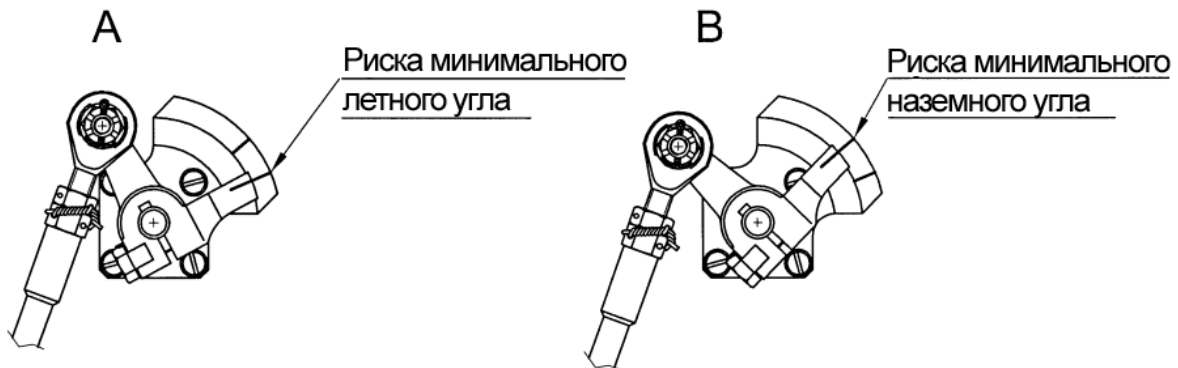

Рисунок 11-28 Регулятор LUN7815.03 - Проверка основной регулировки
- c) Рычаг управления двигателя установите на стопор холостого хода, риска на рычаге должна находиться напротив риски минимального летного угла на шкале регулятора (Рисунок 11-28А). Если это не соблюдено, выполните регулировку по Инструкции по работе двигателя.
- d) Рычаг управления двигателя переведите в конечное положение холостого хода, риска на рычаге должна находиться напротив риски минимального наземного угла на шкале регулятора (см. рис.11-28В).